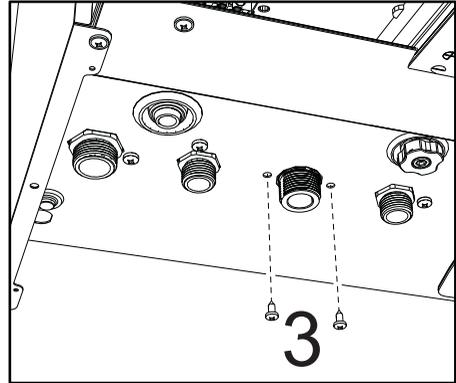

fig. 59
- Desenrosque los tornillos "3" (fig. 59)